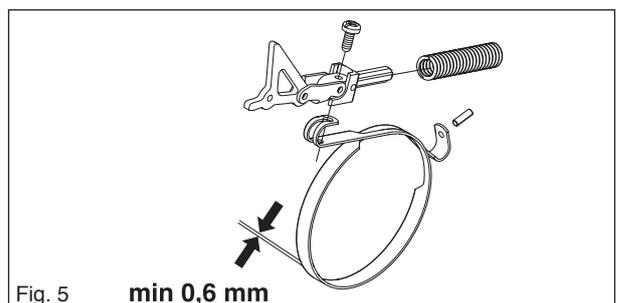
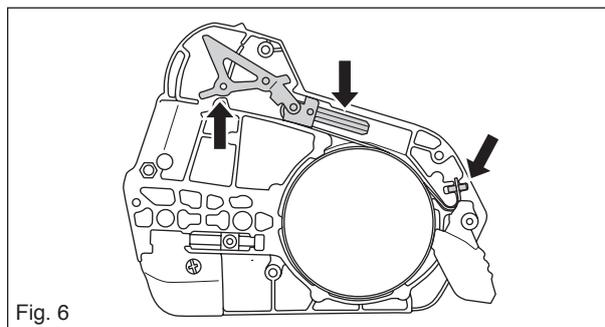

Fig. 5
Fig. 6
- Mida el grosor de la cinta del freno de cadena. No debe ser inferior a 0,6 mm en ningún punto (fig. 5).
Atornille la rótula y la cinta de freno (fig. 5) con un par de apriete de 1-1,5 Nm. Sitúe la rótula con la cinta de freno en su toma en la cubierta del embrague. El espacio para el muelle en la cubierta debe lubricarse con grasa (fig. 6).